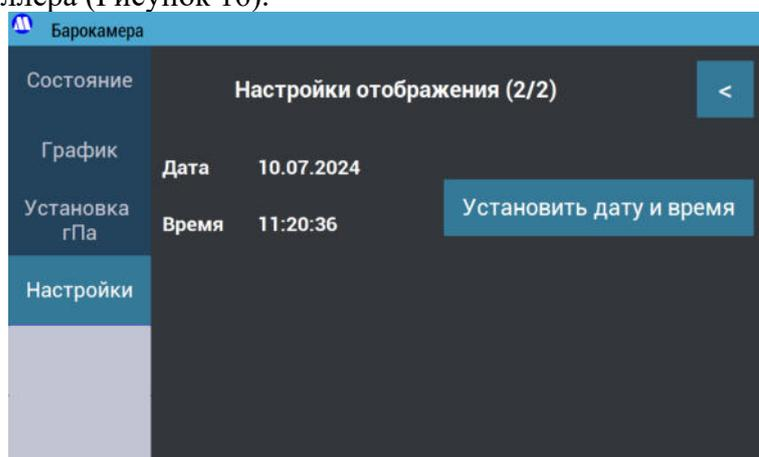

Рисунок 16 – Экран «Настройки отображения», страница 2.
- 7.3.12.2. Для доступа ко второй странице экрана «Настройка отображения» нажмите на стрелку в правом верхнем углу. На второй странице экрана «Настройка отображения» есть возможность просмотра и установки текущего времени контроллера (Рисунок 16).